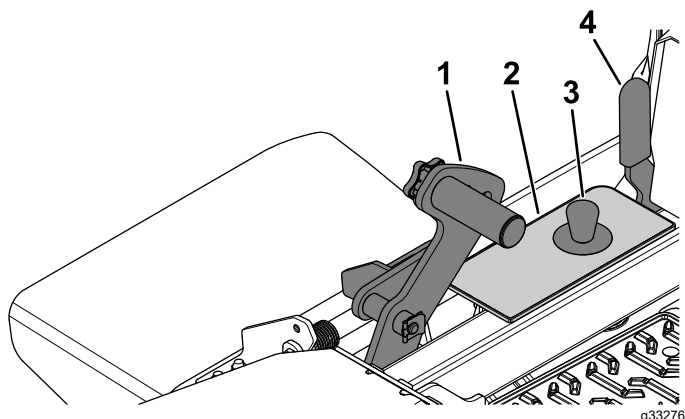

Figura 29
1. Presione el pedal de elevación de la carcasa hacia adelante del todo para bloquear la carcasa de corte en la posición de TRANSPORTE (que es también la posición de altura de corte de 140 mm), como se muestra en la Figura 29.
2. Para ajustar la altura de corte, retire el pasador del soporte de altura de corte (Figura 29).
3. Seleccione el taladro del soporte de altura de corte que corresponde a la altura de corte deseada, e inserte el pasador (Figura 29).